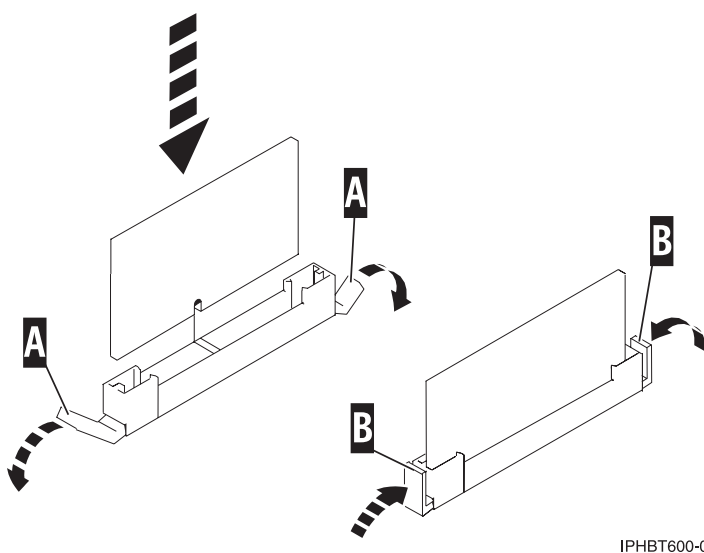

Figure 9. Onglets du connecteur des régulateurs de tension (1,5 V cc ou 2,5 V cc)
- a. Si vous remplacez un régulateur de tension dans le bloc processeur système, veillez à ce que les onglets du connecteur soient placés en position déverrouillée (A) (figure 9) avant d'installer un nouveau régulateur de tension.
- d. Fixez le régulateur de tension 1,5 V cc ou 2,5 V cc en enfonçant les onglets du connecteur **(B)** dans figure 9, à la page 20.